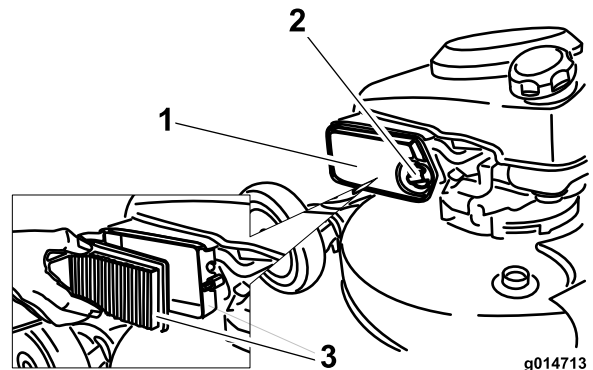

Рисунок 40
1. Используя отвертку, откройте крышку воздушного фильтра (Рисунок 40).
2. Замените воздушный фильтр (Рисунок 40).